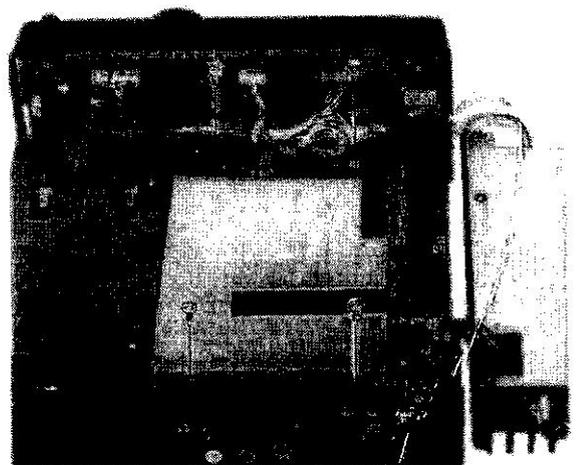

Рис. 5: Экран Внутренних блоков
- Удалите четыре винта, крепящих экран над внутренним блоком (рис. 5), затем снимите экран.
- Снова убедитесь, что провода не зажаты, закрепите крышку экрана внутреннего блока на четыре винта (рис. 5).